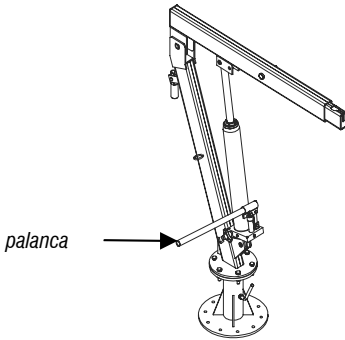

Fig. 8 – Funcionamiento
a. El guinche posee una velocidad de accionamiento, siendo accionado manualmente por la palanca indicada en la Fig. 8.